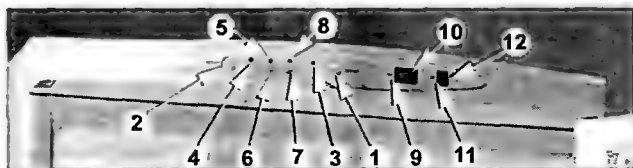

Рис. 2.5.3
СУ HZOS 3316/6 имеет следующие органы управления и индикации (рис. 2.5.3):
После включения аппарата в сеть индикаторы температуры 10, 12 (рис. 2.5.3) загораются и показывают текущую температуру в своих камерах. Поворотом ручек регулировки температуры 1, 2 по часовой стрелке включают соответствующие компрессоры и выбирают требуемую температуру в своих секциях. В положениях ручек «0» компрессоры выключены и соответствующие индикаторы 3, 4 нормальной работы не светятся.
Нажатие кнопки 6 «экспресс-заморозка» сопровождается загоранием индикатора 5 (рис. 2.5.3). Компрессор морозильника начинает работать в непрерывном режиме по достижении в камере температуры -33°C , затем он выключится. Как только температура в морозильнике поднимется до -32°C , компрессор включится вновь и так по циклу. Режим «экспресс-заморозка» выключается повторным нажатием кнопки 6.
- зуммер издает непрерывный звуковой сигнал, если дверь холодильной камеры остается неплотно закрытой или вовсе открытой более 1 мин. Сигнал отключается при закрытии двери или при нажатии кнопки 7 (рис. 2.5.3);
- зуммер издает прерывистый звуковой сигнал с одновременным миганием красного индикатора 8 (рис. 2.5.3) в случае, если температура в морозильной камере слишком высокая. Нажатием кнопки 7 можно отключить зуммер, однако индикатор будет мигать. Если температура в морозильной камере остается повышенной в течение 24 ч с момента отключения зуммера, он опять включится. Сигнализация автоматически отключится при восстановлении нормальной температуры в камере.
ров дисплея EP4 на нем высветятся «прочерки», соответствующие тому или иному сенсору. «—» — холодильной камеры, «-» — морозильной камеры (не путать с режимами индикации крайних значений температур в камерах — см. выше). Если какой-либо температурный сенсор, подключенный к контроллеру, поврежден (короткое замыкание или обрыв), СУ останавливает соответствующий компрессор и начинает мигать индикатор 3 или 4 (рис. 2.5.3).
Кроме того, дисплей 10 (см. рис. 2.5.3) индикации температуры в морозильной камере может отображать коды возникших ошибок, которые показаны в табл. 2.5.3
ратуры в морозильной камере. Если ручка регулировки температуры (2 на рис. 2.5.3) в морозильной камере установлена в положение «0», то на дисплее код ошибки будет отображаться постоянно. В случае возникновения приведенных выше ошибок необходимо отключить холодильник от сети, а затем спустя некоторое время включить его вновь. Если ошибки больше не появляются, они могут быть вызваны случайным сбоем в работе контроллера или помехами в электрической сети.
Для проверки запуска компрессоров холодильника контроллер E72 имеет специальную функцию. Ее запускают следующим образом. отключают холодильник от сети, нажимают и удерживают одновременно кнопки 6 и 7 (см. рис. 2.5.3), затем подключают холодильник к сети. После этого через 1 с включается компрессор морозильника, а вслед за ним (через 2—3 с) — холодильника. Чтобы перевести холодильник в нормальный режим работы, выключают его из сети и включают вновь.
Сервисный тест запускается следующим образом: отключают холодильник от сети, нажимают и удерживают кнопку 6 (см. рис. 2.5.3), затем подключают холодильник к сети. Переключение этапов тестирования происходит нажатием этой же кнопки с интервалом не более 1 мин. Программа выполняет тест в последовательности, показанной в табл. 2.5.4.
4	Включение режима «экспресс-заморозка» и индикатора 5 (см. рис. 2.5.3)
5	Включение звуковой сигнализации (зуммера) и индикатора 8 «ошибка» (рис. 2.5.3)